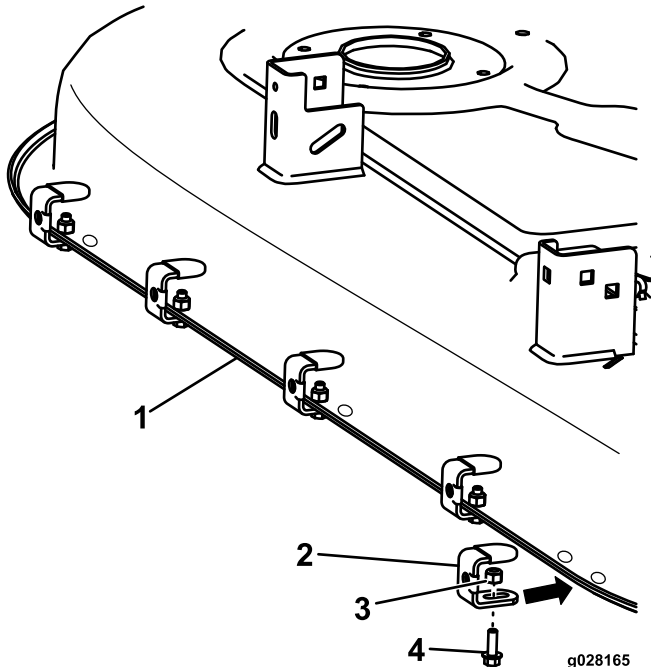

Figure 2
3. Montez les supports assemblés dans les trous indiqués à la Figure 2 au moyen de 5 boulons (1/4 x 3/4 po) et 5 contre-écrous (1/4 po). Maintenez le capuchon en caoutchouc du support contre l'arrière du plateau et serrez les fixations. Utilisez le trou gauche pour le support central. Utilisez les trous extérieurs pour les supports extérieurs.